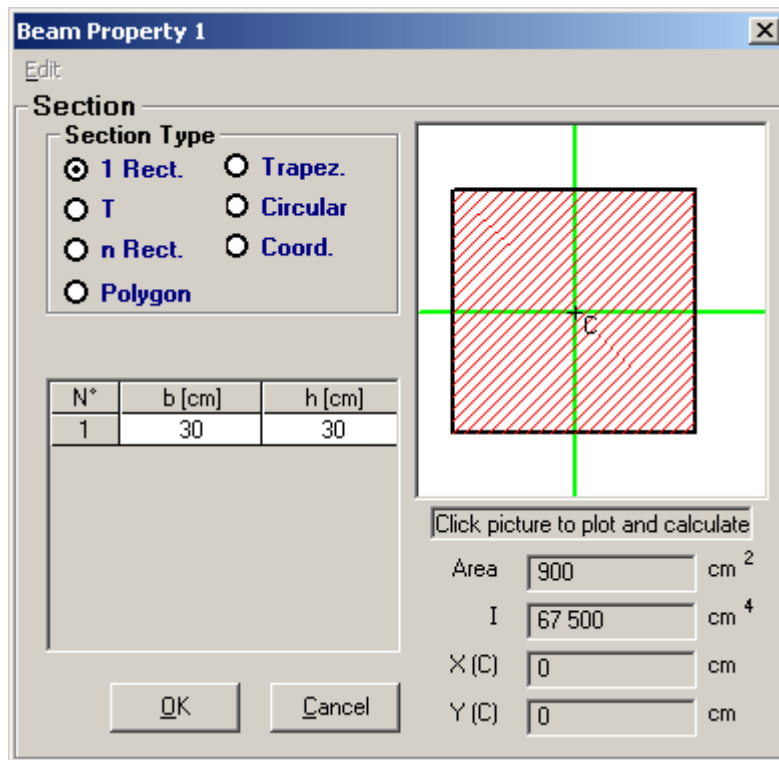

Fig 8
- inserire base e altezza e cliccare sulla figura (Fig. 8). *OK*